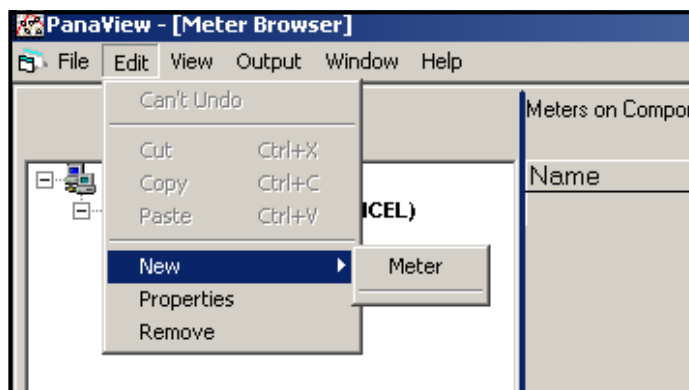

Figure 31: Nouveau Possibilité dans leÉditerMenu
2. Cliquez sur l' option Nouveau dans le menu Edition (voir Figure 31).